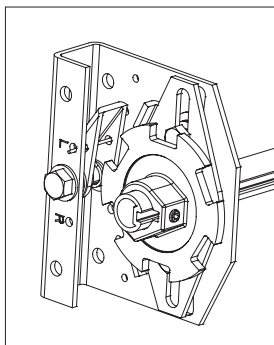

Рис. 26.7
- необходимо временно заблокировать защелку, установив фиксирующий штырь (рис.26.7).